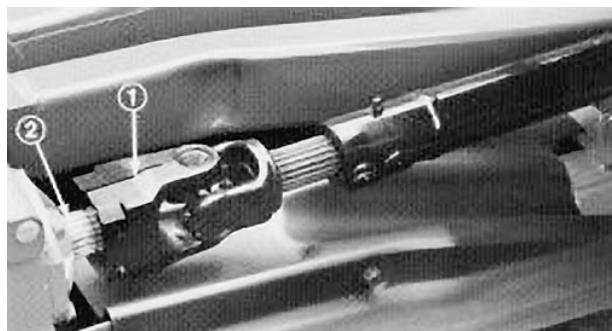

Figure 65
6. Enlever les vis à tête creuse qui fixent la chape de l'arbre de commande à l'arbre d'entrée de la boîte de vitesses. Déposer la chape de l'arbre (Fig. 65).